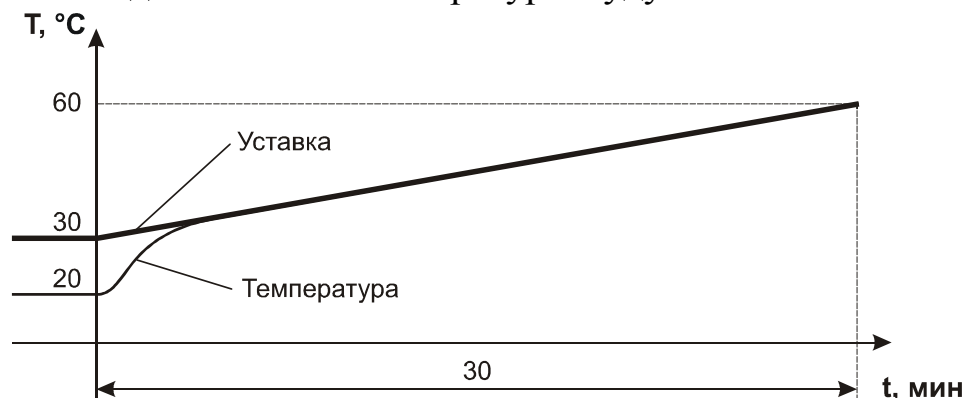

Рис. 6.9
- в) Если параметры первого шага задать следующим образом: $bc = 2$, SP – произвольное значение, $t_0 = 30$, $P_0 = 60$, то характер изменения уставки и примерный вид изменения температуры будут соответствовать рис. 6.9